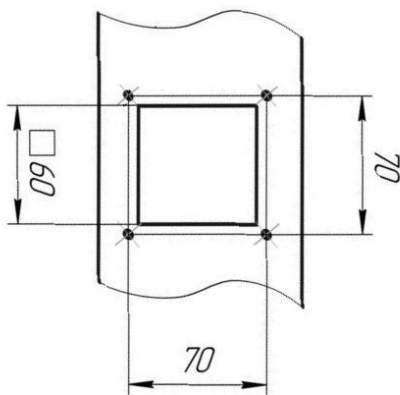

Рис. 6. Разъем крепления патрубка пылеотсасывающего аппарата.
- 10.5 Для подключения пылеотсасывающего агрегата на станке имеется разъем крепления патрубков (см. рис.6), разъемы расположены на задних стенках кожухов;